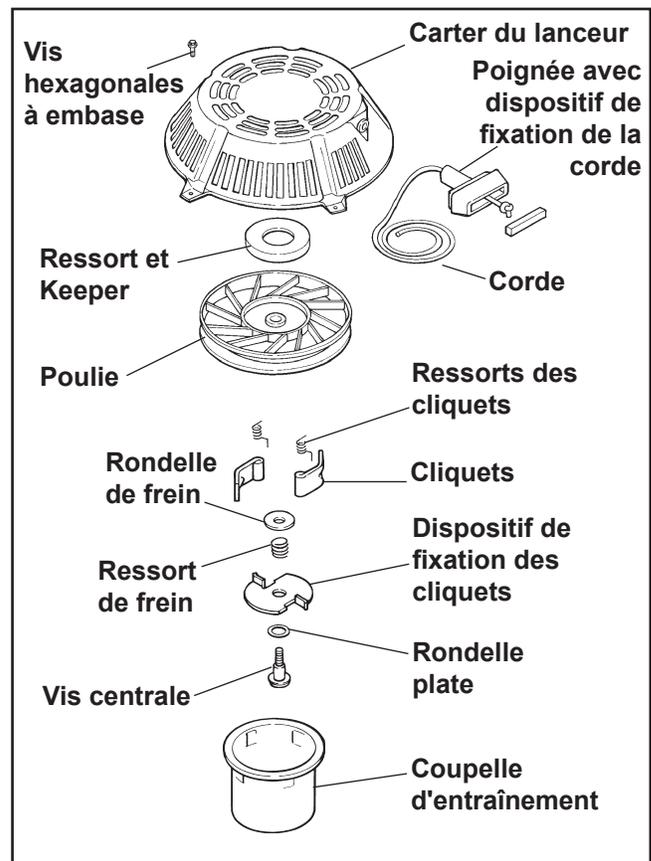

Figure 7-1. Lanceur à enroulement automatique - Vue éclatée.
2. Remplacer tous les composants usés ou abîmés. Utiliser uniquement des pièces de rechange originales Kohler comme spécifié dans le Manuel des composants. Tous les composants de la Figure 7-1 sont disponibles. Ne pas utiliser de pièces non standard.